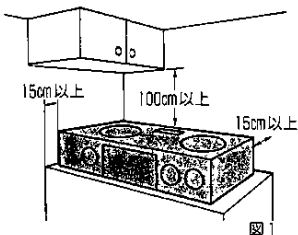
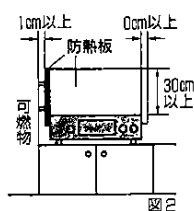
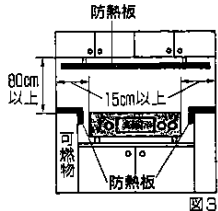

図1
図2
図3
- 壁や可燃物から離す。(図1、ステンレス板などを直接貼付けた可燃性の壁を含む)
- 図1の条件を満たさない場合。(図2、図3)
- 調理台・流し台とトッププレートがほぼ同じ高さの場合。(図3)
設置場所で、可燃性の壁(ステンレス板等を張りつけた可燃性の壁も含む)から15cm以上離して設置できない場合、図2のように取り付けて使用してください。
調理台・流し台の上面が可燃性で、器具のトッププレートとほぼ同じ高さの場合(図3)